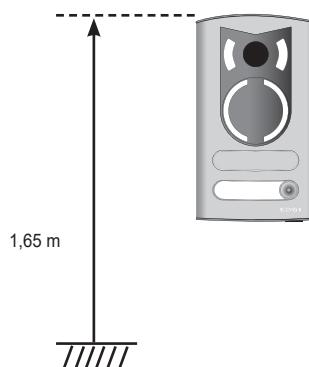

Fig. 1 • Abb. 1 • Εικ. 1 • شكل 1
- Installare a muro la scatola da incasso **D** ad una altezza di circa 1,65m dal bordo superiore della scatola al pavimento (fig. 1).
- Installer la boîte d'encastrement D à une hauteur d'environ 1,65 m du bord supérieur de la boîte au sol (fig. 1).
- Monte en la pared la caja de empotrar D a una altura de aproximadamente 1,65 m desde el borde superior de la caja hasta el suelo (fig. 1).
- Fit flush-mounted back box **D** to the wall, with the top edge at a height of approx. 1.65 m from the ground (fig. 1).
- Das UP-Gehäuse **D** auf einer Höhe von etwa 1,65 m über dem Boden ab der oberen Gehäusekante an der Wand installieren (Abb. 1).
- Instale na parede a caixa de embeber **D** a uma altura de cerca de 1,65m do rebordo superior da caixa ao pavimento (fig. 1).
- Installare a muro il telaio C unito alla scatola da esterno P ad una altezza di circa 1,65m dal bordo superiore della scatola al pavimento (fig. 1).
- Installer le châssis C au mur avec la boîte pour le montage en saillie P à une hauteur d'environ 1,65 m du bord supérieur de la boîte au sol (fig. 1).